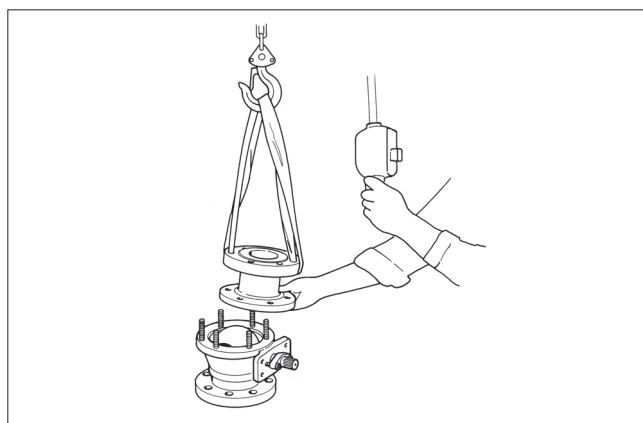

Fig. 17 Levage du demi-corps supérieur
- Poser la vanne verticalement sur la bride de canalisation sur une surface plane et horizontale suffisamment lisse pour ne pas érafler la bride. S'assurer que les écrous du corps (16) pointent vers le haut.
- Enlever la clavette (10).
- Desserrer et enlever les écrous du corps (16).
- Enlever le demi-corps (2). Si le siège (7) ne repose pas sur la sphère (3), l'empêcher de tomber du demi-corps en l'y maintenant pour le retirer seulement après. **Attention aux doigts!**
- Poser le demi-corps supérieur sur sa bride de canalisation (cf. figure 17).